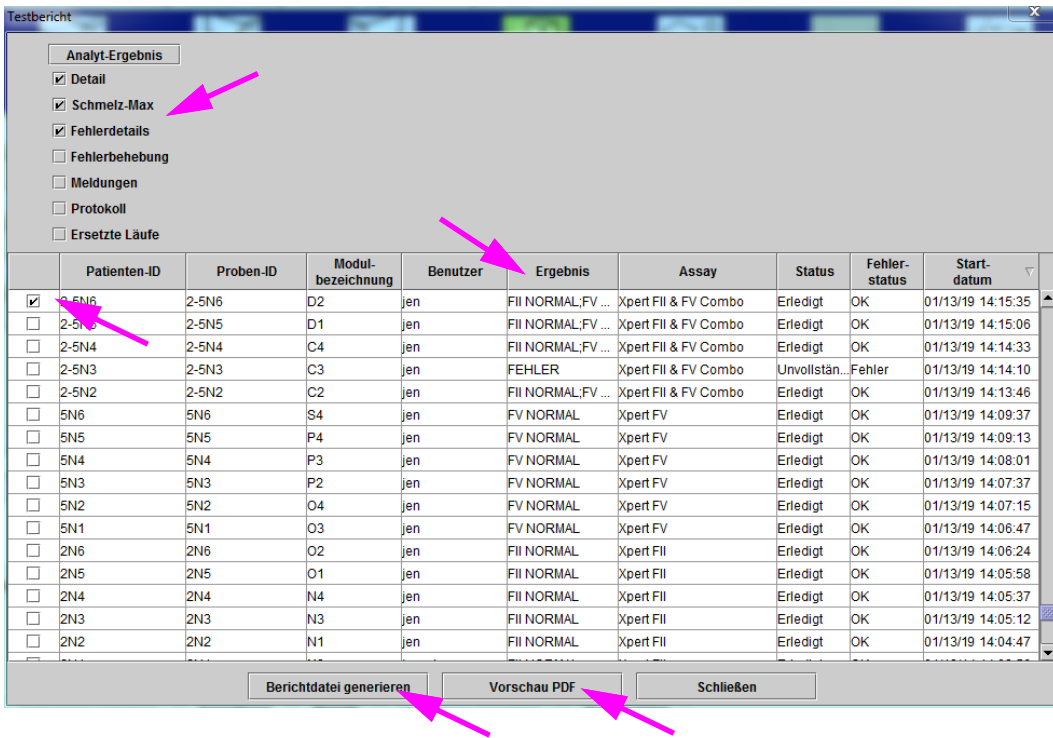

Abbildung 5-57. Dialogfeld „Test zur Ansicht auswählen“
- Klicken Sie im Arbeitsbereich „Testbericht“ auf die Schaltfläche **Berichtdatei Erstellen** (siehe Abbildung 5-57), um die PDF-Datei des Testberichts zu erstellen. Das Dialogfeld „Berichtdatei erstellen“ erscheint, in dem Sie die Datei an einem angegebenen Ort speichern können. Navigieren Sie zum vorgesehenen Speicherort und klicken Sie auf **Speichern**.